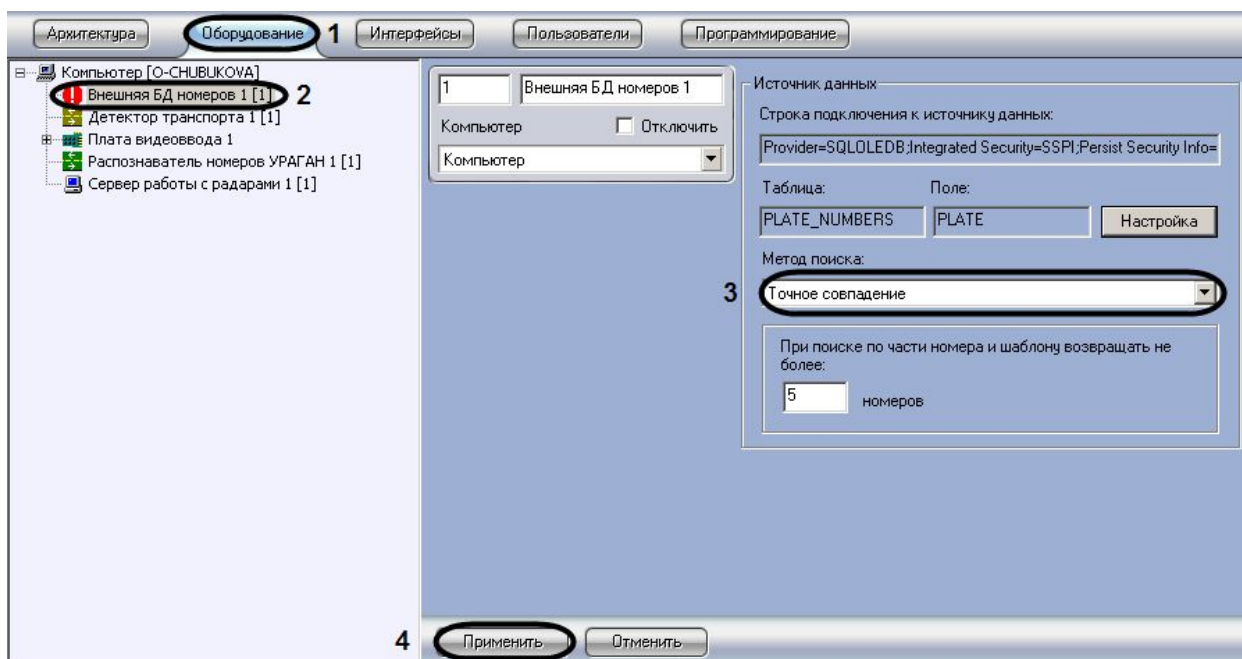

Рис. 7.6.3-1 Выбор метода поиска во внешней базе данных
1. Перейти на вкладку «Оборудование» диалогового окна «Настройка системы» (см. Рис. 7.6.3-1, 1).
2. Выбрать в дереве объект «Внешняя БД номеров» (см. Рис. 7.6.3-1, 2).
3. Выбрать метод поиска номеров из раскрывающегося списка (см. Рис. 7.6.3-1, 3).
4. Нажать кнопку «Применить» для сохранения внесенных изменений (см. Рис. 7.6.3-1, 4).